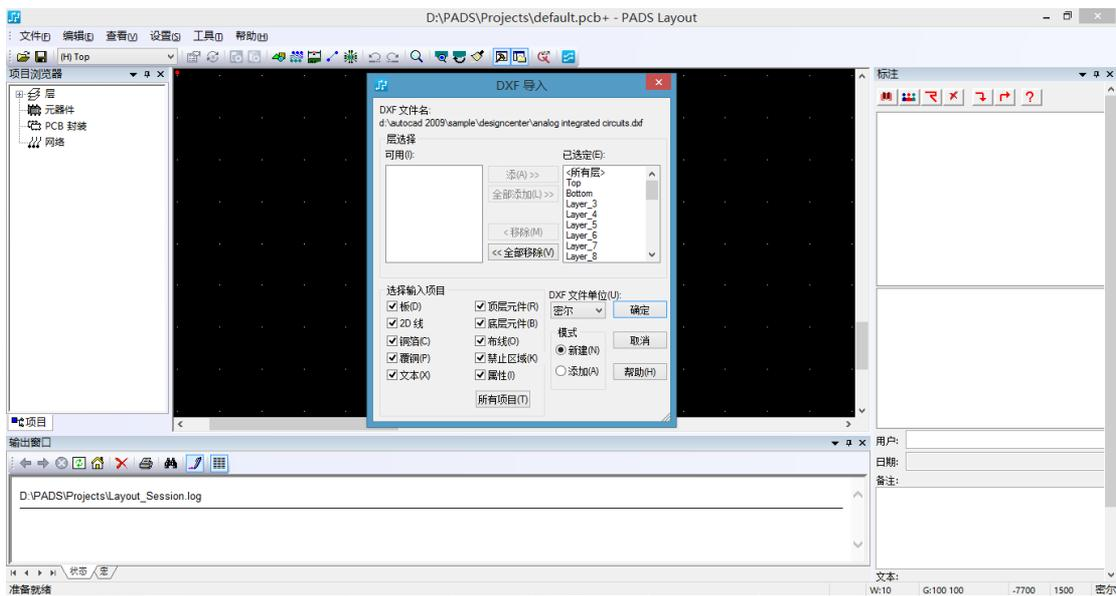

图 6-55 “DXF 导入”对话框
(8) 弹出如图 6-55 所示的“DXF 导入”对话框。在“DXF 文件单位”下拉列表框中选